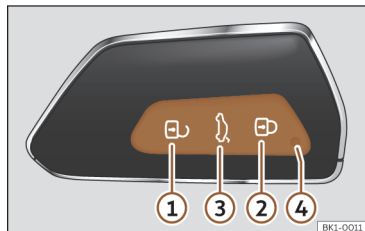

Fig. 62 Chave do veículo.
Quando se pressiona brevemente um botão na chave do veículo, a luz de controlo pisca ④ >>> Fig. 62 (seta) uma vez brevemente, mas se se pressionar durante um tempo prolongado, piscará várias vezes, por exemplo, na abertura de conforto.